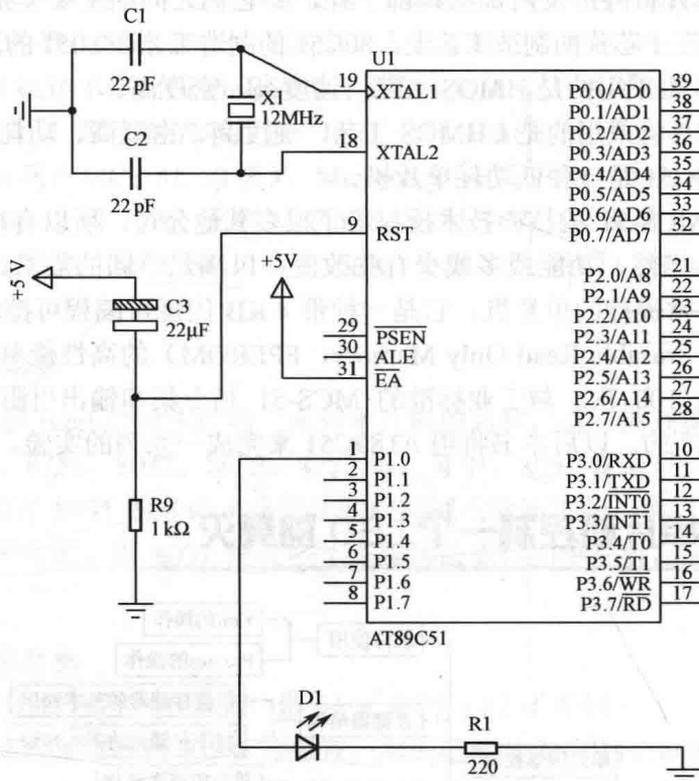
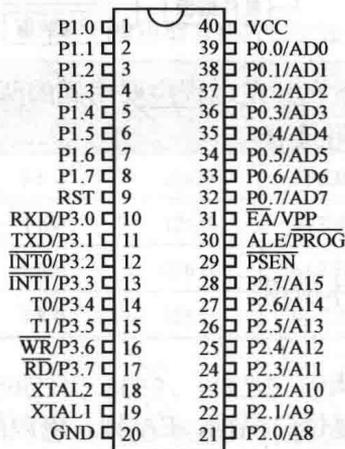

图 1-2-1 单灯闪烁硬件电路图
图 1-2-2 单片机引脚图
下面先给出实现这个任务的硬件电路，见图 1-2-1，然后分析一下这个硬件电路。
想要使用一块芯片，首先必须要知道应该怎样连线。AT89C51 芯片的引脚图见图 1-2-2，下面就看一看图 1-2-1 中是如何给它连线的。
(2) 振荡电路：单片机是一种时序电路，必须提供脉冲信号才能正常工作，单片机才能按照这个时序信号，一步一步地完成相关工作。在单片机内部已集成了振荡器，只要在 18、19 脚接上晶振和电容就可以产生时钟脉冲了。连接方法见图 1-2-1 中 18、19 脚的连
(3) 复位引脚 (RST)：将 9 脚按图 1-2-1 中的画法连好，构成复位电路。让单片机上电就进行复位，进行电路的初始化。
(4) EA 引脚：EA 引脚接到正电源端。为什么 EA 引脚要接正电源端？可不可以接地？这些问题先记在心上，后面再慢慢给大家介绍。
显然，这个 LED 必须要和单片机的某个引脚相连，否则单片机就没法控制它了，那么和哪个引脚相连呢？单片机上除了刚才基本连接用掉的 6 个引脚外，还有 34 个。其中有 32 根 I/O 线，可以将单片机内部的二进制数据（高、低电平）输出，这些 I/O 脚上输出的高、低电平可以对发光二极管的亮与灭进行控制。因此，将 D1 这个 LED 连到一根 I/O 线上，与 1 脚相连（见图 1-2-1，其中 R1 是限流电阻）。
按照图 1-2-1 的接法，当 1 脚是高电平时，LED 亮；只有当 1 脚是低电平时，LED 才灭。因此，要让这个 LED 点亮或熄灭，实际上就是让 1 脚按要求变为高电平或低电平。既然要控制 1 脚，就得给它起个名字，设计 51 芯片的 Intel 公司已经起好了，叫它 P1.0，这是规定，不可以由我们更改。P1.0 实际上是 32 个 I/O 脚其中的一个。Intel 公司将 32 根 I/O 线分为 4 组，其中 P1.0~P1.7 为一组，Intel 公司给它取名为 P1 端口，另外三组分别为 P0、P2、P3 端口，每个端口都有 8 根 I/O 线。